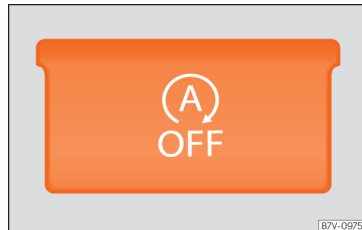

Fig. 244 Détail de la console centrale : touche pour le fonctionnement Start-Stop.
- Appuyez sur la touche  de la console centrale » fig. 244.